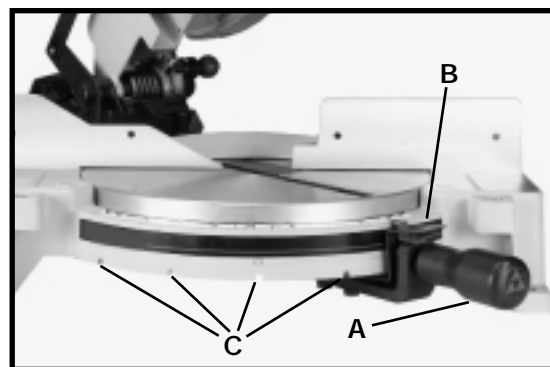

Fig. 14
Votre scie à onglets coupe à n'importe quel angle à partir d'un angle droit de 90° à un angle de 47° à droite et à gauche. Desserrez simplement la poignée (A) fig. 14, de un ou de deux tours, appuyez sur le levier d'indexage (B) et déplacez le bras de commande à l'angle voulu. **ENSUITE, SERREZ LA POIGNÉE DE VERROUILLAGE (A).**
La scie à onglets comporte des butées positives à 0, 22,5 31,6 et 45°, à droite et à gauche. Il suffit de desserrer la poignée (A) fig. 14, et de déplacer le bras de commande jusqu'à ce que le bas du levier d'indexage s'enclenche dans l'une des butées positives, quatre sont indiquées par (C). **ENSUITE, SERREZ LA POIGNÉE (A).** Pour sortir de la butée, appuyez sur le levier d'indexage (B).